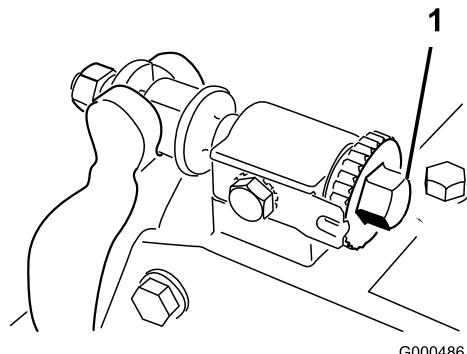

Figura 11
- Coloque la unidad de corte en una superficie de trabajo plana y nivelada. Gire los tornillos de ajuste de la barra de asiento en el sentido contrario a las agujas del reloj para asegurarse de que la barra no está en contacto con el molinete (Figura 11).